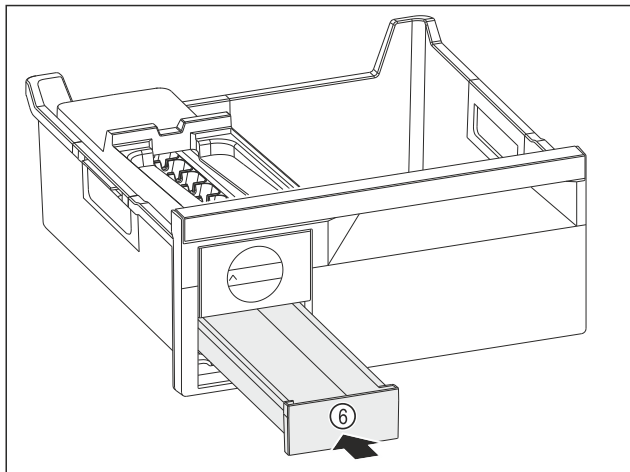

Fig. 116
- ▶ Zásuvku na kostky ledu Fig. 116 (6) zasuňte.